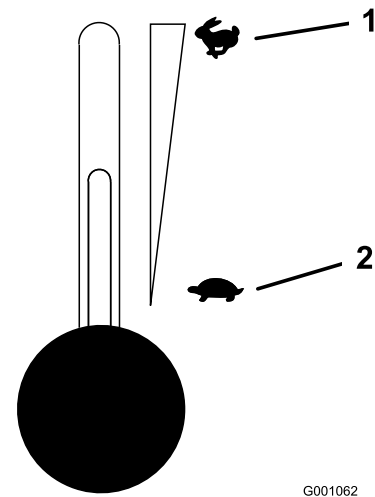

Figure 15
5. Réglez la manette d'accélérateur à mi-course (Figure 15).
- Réglez la manette d'accélérateur à mi-course entre les positions bas et haut régime (Figure 15).